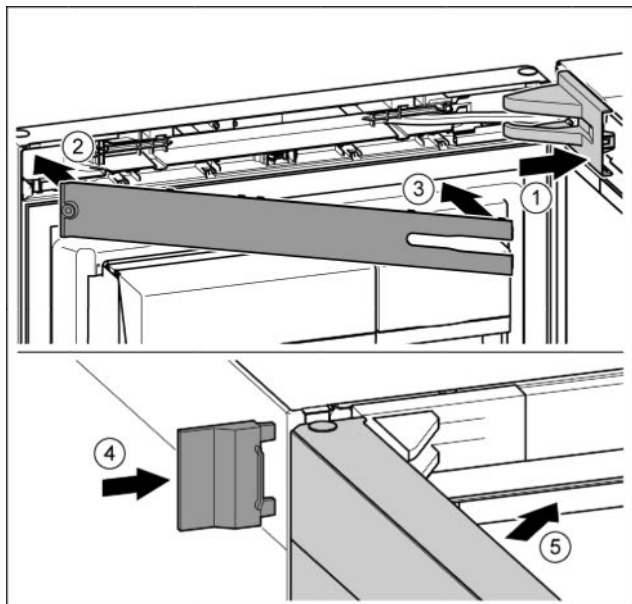

Fig. 25
- ▶ Nasadíte a zaklapnete kryt stojanu ložiska, příp. opatrně přitlačte od sebe. Fig. 25 (1)
- ▶ Nasadíte záslepku. Fig. 25 (2)
- ▶ Záslepku sklopte a zaklapnete. Fig. 25 (3)
- ▶ Vnější kryt nasuňte. Fig. 25 (4)
- ▶ Zavřete horní dveře. Fig. 25 (5)